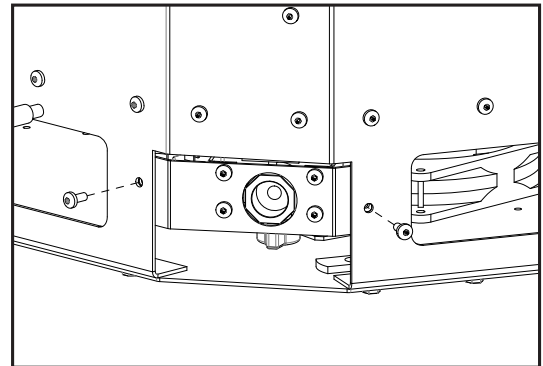
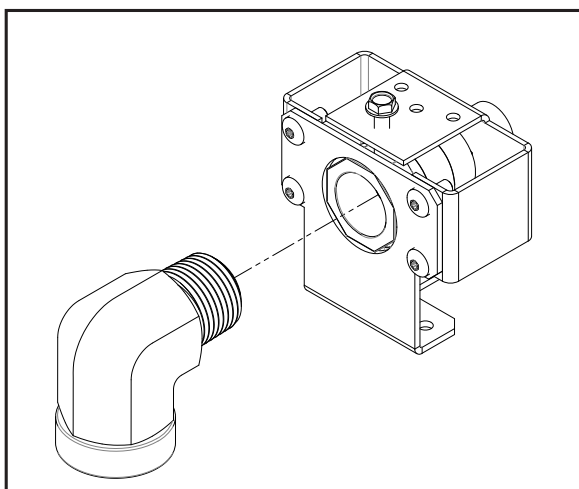

Figure 85: Déconnexion de la plaque à gaz
Figure 88: Raccord de raccord coudé 1/2"
1. Déconnectez les deux (2) vis T20 fixant la plaque du clapet à bille (voir la Figure 85).
2. Débranchez les quatre (4) vis T20 fixant le robinet à tournant sphérique.
3. Desserrez la vis de blocage du clapet à bille et rattachiez le berceau du clapet à bille sur la plaque de relocalisation (incluse dans le sac du manuel, se référer à la Figure 88 la géométrie et l'orientation correctes). Resserrez la vis de blocage et assurez-vous que la vanne à bille est sécurisée.